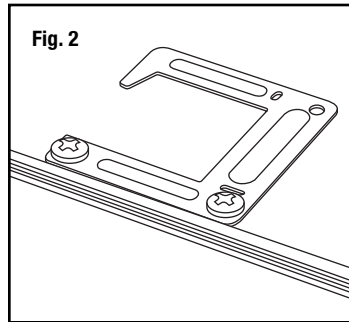

Fig. 2
5. Bend the support clips 90° upwards, then bend 90° outwards until the tips of the support clips are positioned above the T-bars [Fig. 2].
5. Repliez les agrafes à 90° vers le haut puis à 90° vers l'extérieur jusqu'à ce qu'elles se trouvent par-dessus les barres en T [Fig. 2].
5. Doble los clips de soporte 90° hacia arriba y luego dóblelos 90° hacia afuera hasta que las puntas de los clips de soporte queden colocadas sobre las barras en T [Fig. 2].